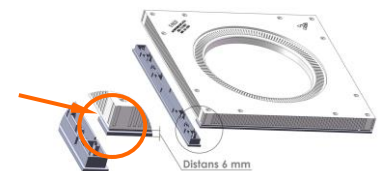

Fig 3
- **För 6 mm förhöjning** av befintligt golv, Vrid distansen så att "piggen" är mot plattans hörn, se Fig 3, och tryck fast distans på undersidan.